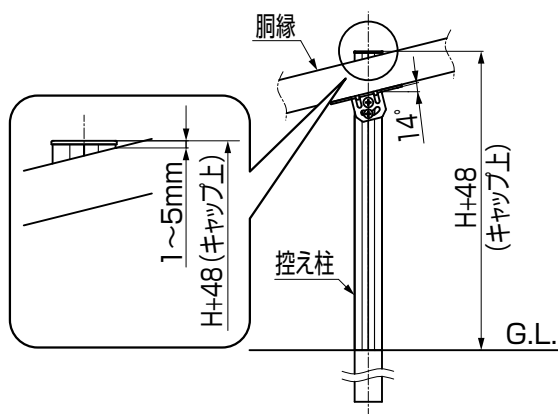

図1-4 傾斜施工時
- 傾斜施工時は、控え柱のH+48mmがG.L.から出るようにし、キャップ上が胴縁より1~5mm出るように施工してください。(図1-4参照)